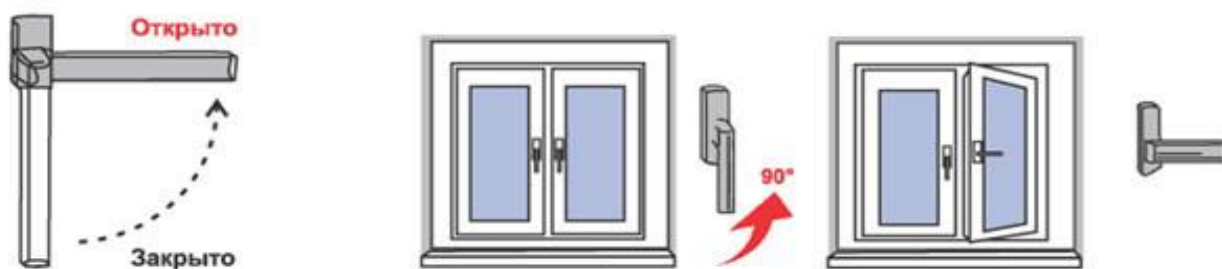

Рис. 1
1. Чтобы открыть (распахнуть) створку окна, ручку поворачивают на 90 градусов в горизонтальное положение (положение «Открыто» на Рис. 1). При повороте ручку закрытую створку слегка прижимают к раме другой рукой (чуть выше ручки). Затем, потянув за ручку, створку распахивают (**сплошной режим – поворотное открывание**).